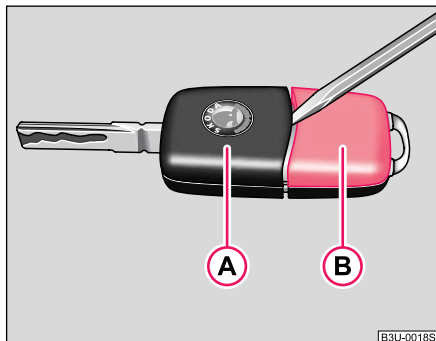

Abb. 19 Klappschlüssel trennen
Jeder Funk-Schlüssel enthält eine Batterie, die im Deckel (B) des Sendergehäuses untergebracht ist ⇒ Abb. 19. Wir empfehlen
- Hebeln Sie das Schlüsselteil (A) ⇒ Abb. 19 vorsichtig mit einem dünnen Schraubendreher vom Sendergehäuse (B) ab.